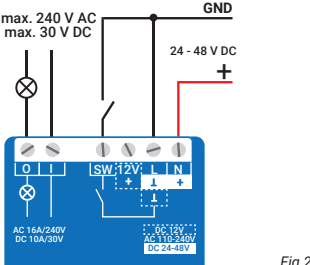

Fig. 2/ Abb. 2/ Imagen 2/ Image 2
**Wenn Sie eine 24-48 V Gleichstromversorgung verwenden (Abb. 2),** verbinden Sie +Kabel mit der +Klemme und GND mit der L-Klemme des Geräts.